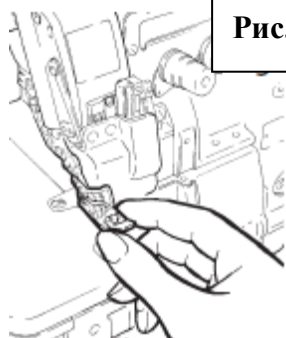

Рис. 2
- Проверьте, закреплена ли прижимная лапка (поднимите прижимную лапку подъемником и нажмите на нее рукой спереди назад и слева направо). (Рис.2)
(3) Обучение